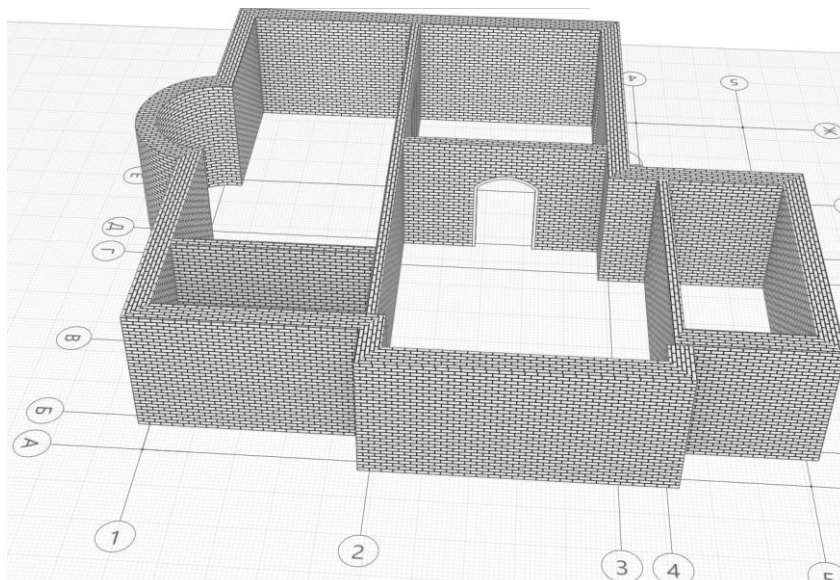

Рис. 4 Вставка проёма
5. Далее выбираем меняем параметры двери: высота – **2100 мм.**, ширина – **900 мм.**, форма проёма – **арочный проём**, стиль двери – **обрамление проёма**, марка – **ДЗ**. Вставляем проём (рис. 4)